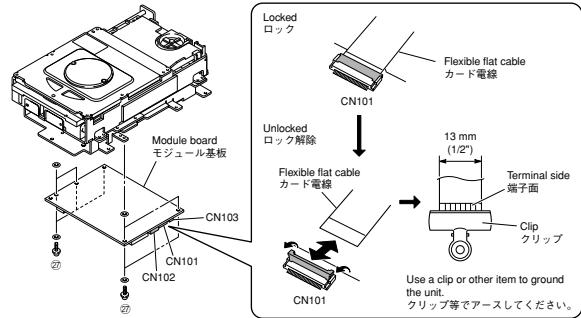

Fig. 9
- a. Remove CN102 and CN103. (Fig. 9)
- b. Unlock CN101 and then disconnect the flexible flat cable, and ground the terminal face of the flexible flat cable with a clip or the like. (Fig. 9)
- c. Remove 5 screws (◎). (Fig. 9)
- d. Remove the module board. (Fig. 9)
- a. CN102-103を外します。 (Fig. 9)
- b. CN101のロックを解除してカード電線を外します。次に外したカード電線のクリップ等で端子面をアースします。 (Fig. 9)
- c. ◎のネジ5本を外します。 (Fig. 9)
- d. モジュール基板を取り外します。 (Fig. 9)